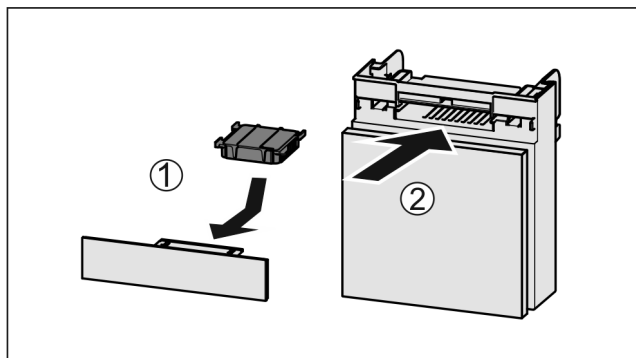

Fig. 83
- ▶ Aktivni ogljeni filter vstavite Fig. 83 (1) skladno s prikazom na sliki.
- ▶ Predal potisnite noter Fig. 83 (2).